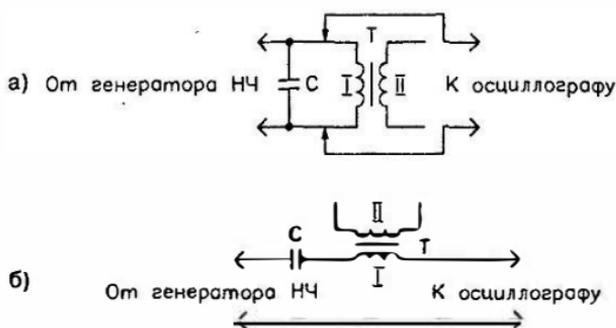

Рис. 4.9. Схема проверки трансформатора при использовании параллельного (а) и последовательного (б) резонанса
7. Проверка трансформатора, используя явление резонанса. Для проверки нужно собрать схему для параллельного (рис. 4.9а) или последовательного (рис. 4.9б) резонанса. Изменяя частоту генератора, нужно добиться резкого увеличения (в 2 раза и выше) амплитуды колебаний на контрольном устройстве (экран осциллографа или шкала вольтметра переменного тока). Это указывает, что частота внешнего генератора соответствует частоте внутренних колебаний LC-контура. Отсутствие или срыв колебаний (достаточно резкий) при изменении частоты генератора НЧ указывает на резонанс.